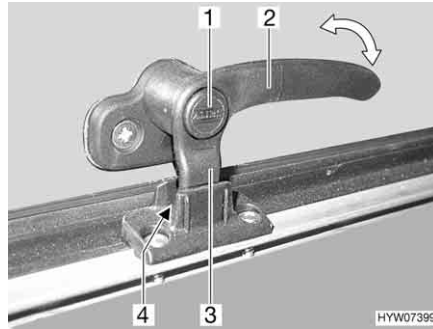
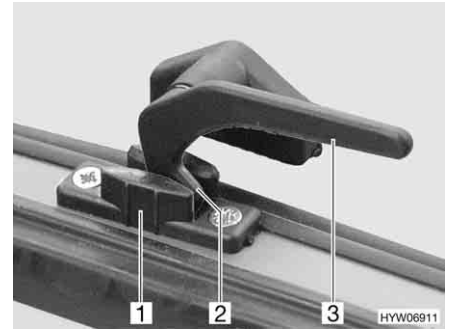

Bild 55 Låsarm med låsknapp i läget "kontinuerlig vädring"
Bild 56 Låsarm i läget "kontinuerlig vädring"
- I läget "kontinuerlig vädring" (Bild 55 och Bild 56)
- Tryck på låsknappen (Bild 55,1) om sådan finns och håll den nedtryckt.
- Sväng låsarmen (Bild 55,2 eller Bild 56,3) ett kvarts varv mot fönstrets mitt.
- Vrid tillbaka låsarmen. Därvid måste låsarmens låsspak (Bild 55,3 eller Bild 56,2) föras in i spåret på fönsterlåsen (Bild 55,4 eller Bild 56,1).
- Släpp låsknappen (Bild 55,1) om sådan finns.